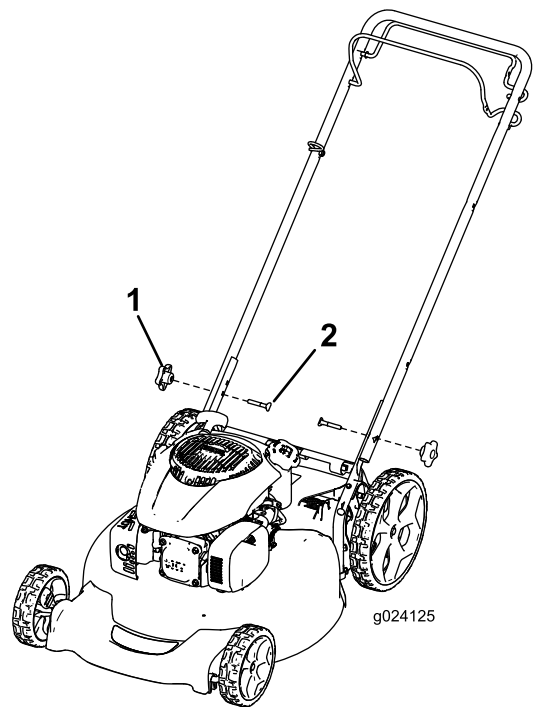

Figure 3
1. Retirez et conservez les boutons du guidon sur le carter de la machine (Figure 3).
2. Placez le guidon en position d'utilisation (Figure 3).